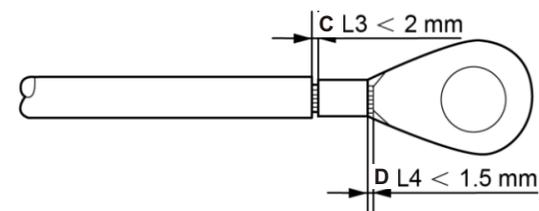

Figura 5.9 Descapando o fio
- 4) Insira o fio desencapado na área de crimpagem do terminal OT e use a braçadeira hidráulica para crimpar o terminal ao fio (consulte a Figura 5.9).